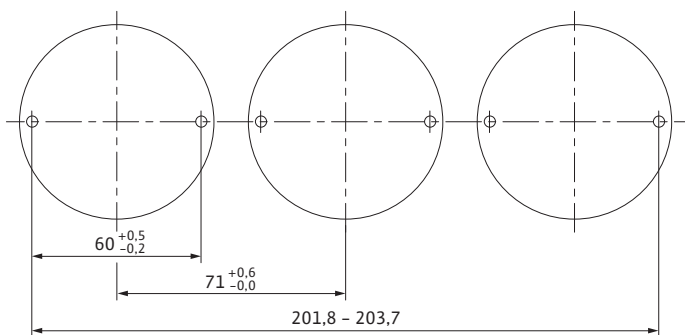

Fig. 22: Schalterdosen/Hohlwanddosen für Unterputzinstallation
- Es wird empfohlen, der Einfachheit halber 3fach-Dosen zu verwenden. Bei Verwendung von 3 Stück 1fach-Dosen ist ein Mittenmaß von 71 mm einzuhalten (siehe Fig. 22). Das ebenfalls vorab zu verlegende Netzanschlusskabel ist auf der **rechten oder linken Seite** der 3fach-Dose anzuordnen. Bei Verwendung von 1fach-Dosen ist das Netzanschlusskabel durch die **rechte oder linke** Unterputzdose durchzuführen.